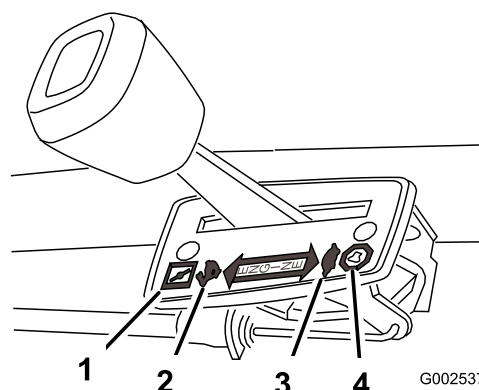

Figure 8
Les différents réglages de la manette d'accélérateur sont illustrés à la Figure 8.
3. Réglez la manette d'accélérateur en position Starter (Figure 8).
4. Placez le levier de changement de vitesses en position point mort (N).